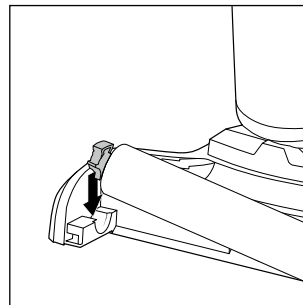

Abb. 40
- ◆ Drücken Sie dann die Halterung links an der Bürstenrolle **6** in die Öffnung an der linken Seite des Fußteils **3**, bis die Bürstenrolle **6** hörbar einrastet (siehe Abb. 40).